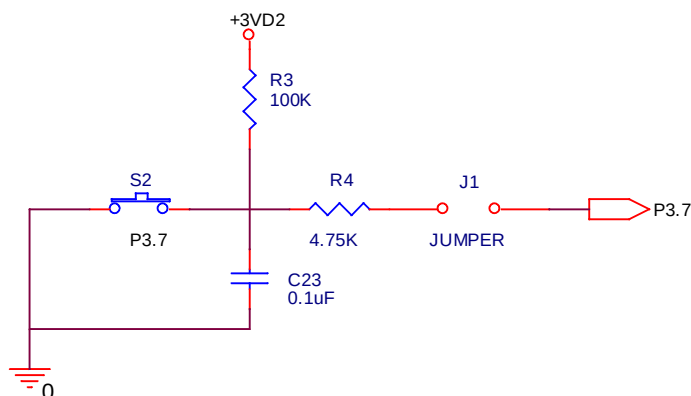

Fig. 4.9. Conectarea switch-ului S2 la pinul P3.7 al microcontrolerului
9. Modificati programul astfel incat apasarea switch-ului S2 de pe placa de dezvoltare sa determine aprinderea led-ului. Schema conectarii switch-ului la microcontroler este prezentata in Fig. 4.9.